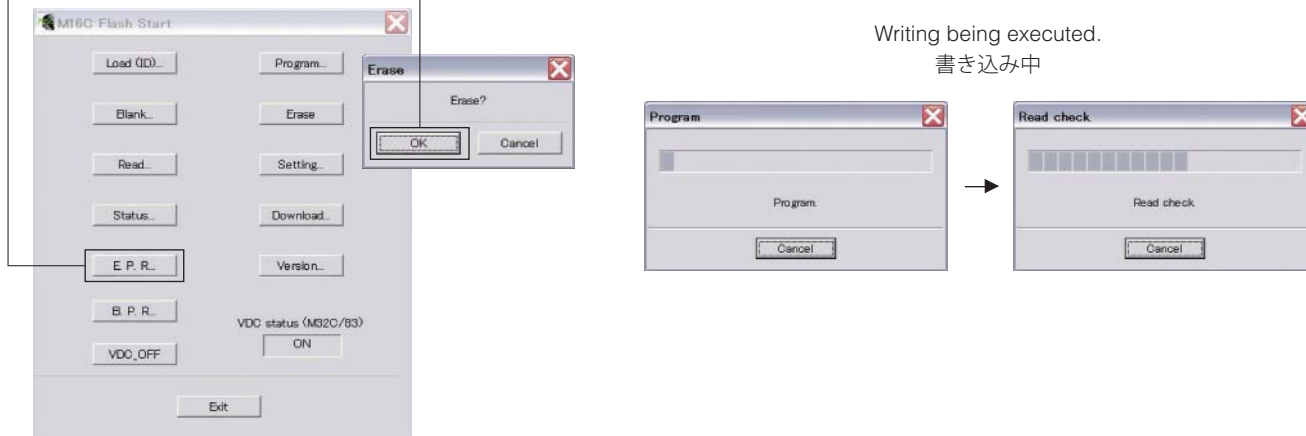

Fig. 6
7. Click [E.P.R.], then the "Erase" screen appears. (Fig. 6)
8. Click [OK] to start writing. (Fig. 6)
7. [E.P.R.] をクリックすると、「Erase」が表示されます。(Fig. 6)
(Fig. 6)